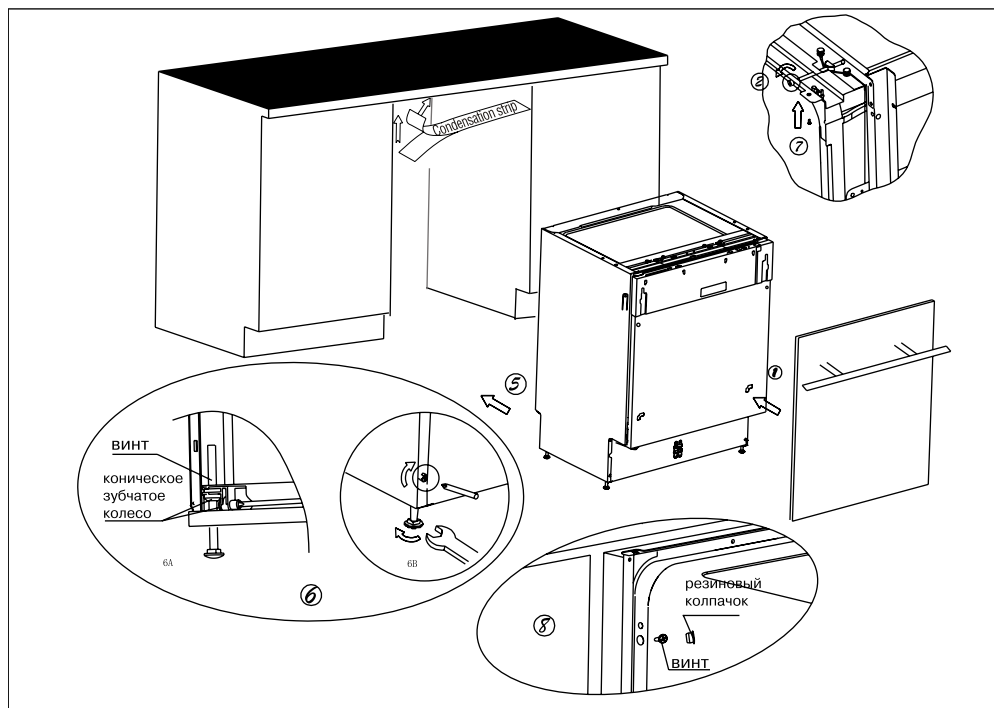

Рис. 7. Последовательность установки посудомоечной машины.
1. Используя скобы, прикрепите декоративную дверцу от вашей мебели к дверце машины (см. п. 1 на рис. 7).
2. Отрегулируйте натяжение пружин дверцы при помощи торцевого ключа, поворачивая его по часовой стрелке для натяжения пружины и против часовой стрелки для того, чтобы ослабить пружины дверцы. Невыполнение данной операции может привести к повреждению посудомоечной машины (см. п. 2 на рис. 7).
6. Поместите посудомоечную машину на направляющие (см. п.4 на рис. 7).
9. Выверните машину. Задние ножки можно регулировать винтами, расположенными спереди (см. п. 6а на рис. 7). С помощью ключа отрегулируйте передние ножки (см.п. 6в на рис. 7).
- А. Если у Вас столешница из дерева или ДСП, прикрутите машину к ней шурупами по дереву, будьте осторожны, вес машины может вырвать шурупы из дерева (см. п. 7 на рис. 7).
- В. Если у Вас мраморная или гранитная столешница используйте скобы, чтобы прикрепить машину к стенам соседней мебели, при этом необходимо закрыть винты резиновыми шляпками, чтобы не повредить столешницу (см. п. 8 на рис. 7).